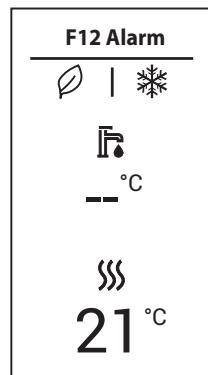

fig. 6
**Anomalie de tip mesaj (fig. 6):** Anomalia nu este de natură să compromită funcționarea centralei. Mesajul dispare atunci când problema este rezolvată.